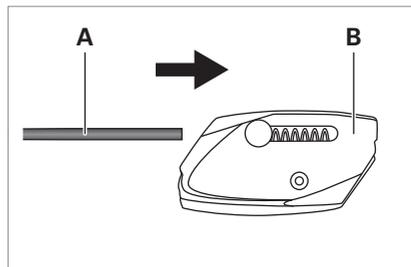

Fig. 2: Fäst vajerhållaren på vajern.
- ▶ För vajern **A** genom vajerhållarens **B** första ögla, se Fig. 2.